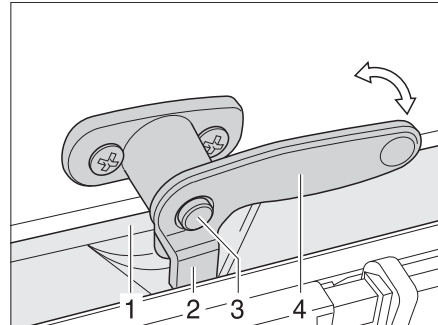

Bild 70 Låsspak med låsknapp i läget "stängd"
- Tryck på låsknappen (Bild 70,3) om sådan finns och håll den nedtryckt.